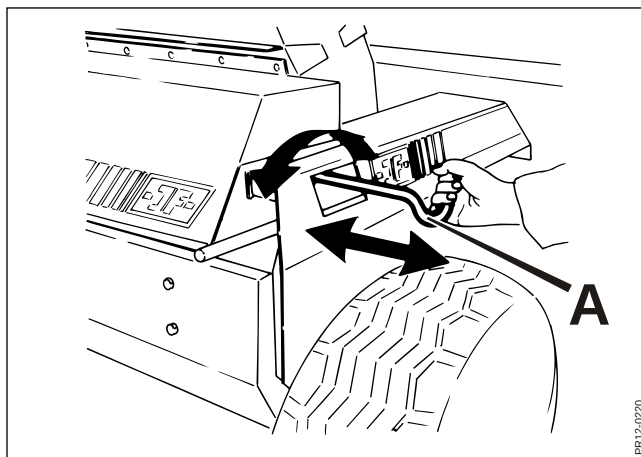

Fig. 4-26
- Fig. 4-26** 3. Régler la pierre d'affutage pour qu'il y ait 2-3 mm d'espace entre la pierre et les couteaux en tournant la poignée A.